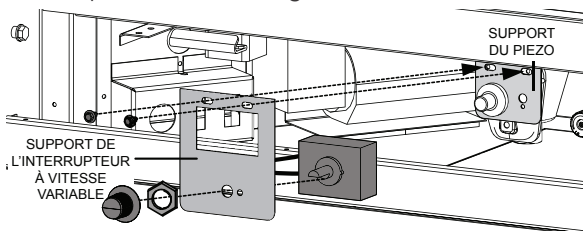

Fig. 3
H. Installez le support IVV puis fixer en place utilisant les deux vis précédemment enlever, Figure 3. Pour installer l'IVV le support de l'interrupteur à vitesse variable doit être installé, enlever les deux vis du support du piezo.
I. L'interrupteur à vitesse variable (IVV) doit être démonté pour fixer au support IVV pour l'installation. Placez l'IVV entre le support puis fixer utilisant le rondelle de blocage. Prenez le bouton de l'interrupteur et installez-le en position, voir la Figure 3.